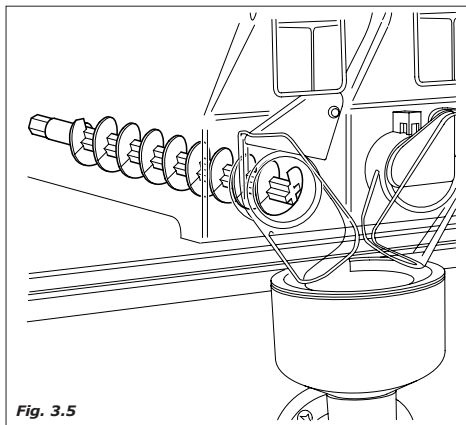

Fig. 3.5
- Se activa el motorreductor de producto soluble haciendo girar la espiral del contenedor de producto y dispensando sobre la batidora la dosis programada, (en algunas versiones, primero se dispensa el producto sobre la batidora) (Fig.3.5).